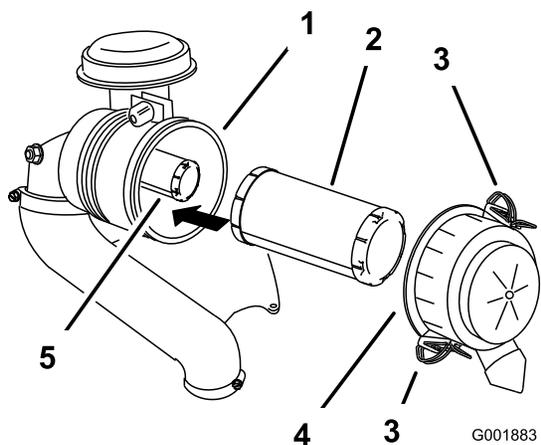

Рисунок 29
3. Освободите защелки воздухоочистителя и отделите крышку от корпуса воздухоочистителя (Рисунок 29).
5. Осторожно извлеките фильтр грубой очистки из корпуса воздухоочистителя (Рисунок 29).
2. При замене контрольного фильтра осторожно вставьте его в корпус фильтра (Рисунок 29).
3. Осторожно вставьте фильтр грубой очистки поверх контрольного фильтра (Рисунок 29).
- Установите крышку воздухоочистителя таким образом, чтобы сторона с обозначением **Up (Верх)**, была обращена вверх, и закройте защелки (Рисунок 29).